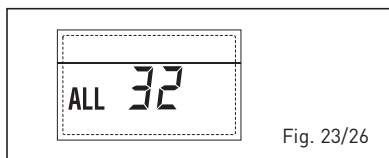

Fig. 23/26
**- ANOMALÍA COMUNICACIÓN FICHA RS-485 EN MODALIDAD MODBUS "ALL 33" (fig. 23/27)**